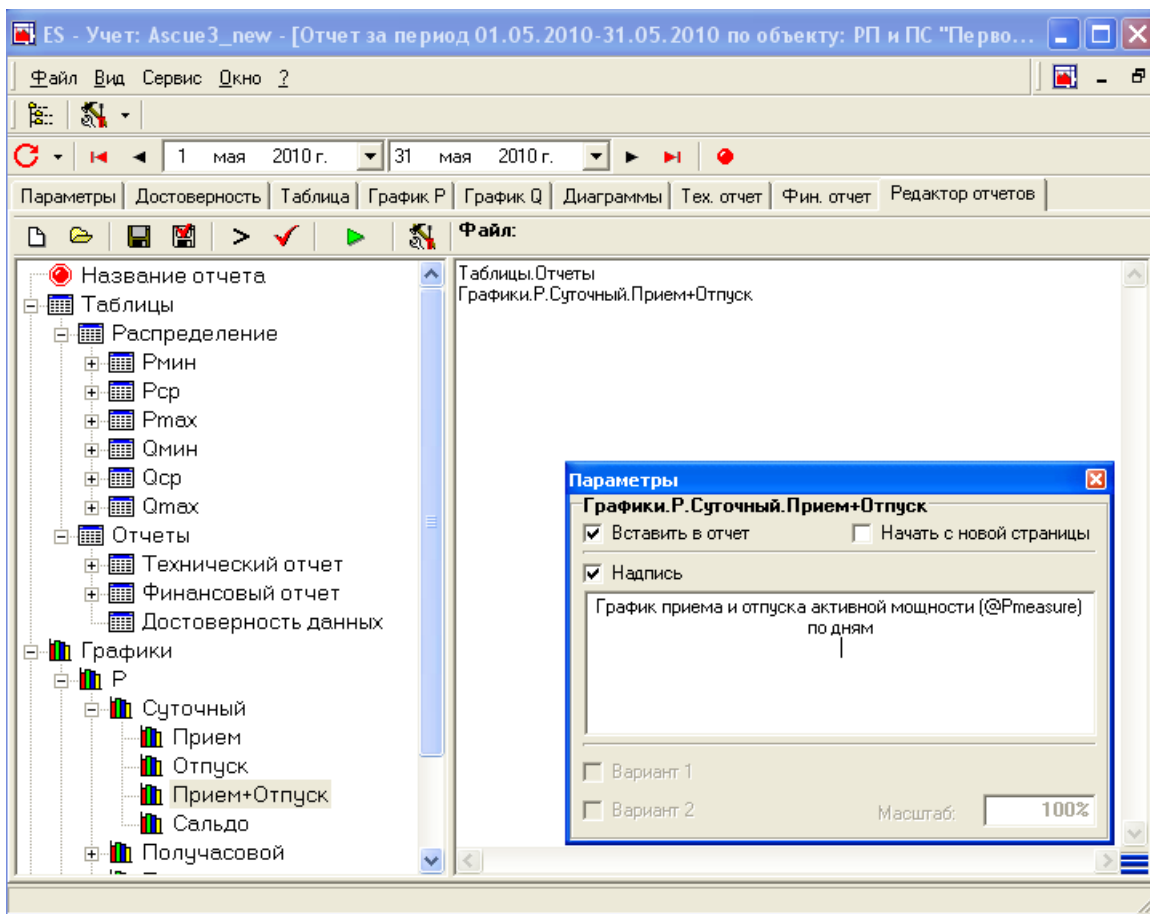

Рисунок 8.17. Форма «Суточный отчет» страница «Редактор отчетов» и форма «Параметры».
Редактор отчетов предназначен для формирования сценариев отчетов, экспортируемых в MS Word. Редактор отчетов находится в форме «Суточный отчет» и «Месячный отчет». На Рисунок 8.17 показана страница «Редактор отчетов» формы «Суточный отчет».
-  • Показать параметры выбранного отчета (Рисунок 8.17 форма «Параметры»)
Форма «Параметры» (Рисунок 8.17) предназначена для просмотра и изменения настроек отчетов, выделенных в окне отчетов. Ниже перечислены настройки отчетов: